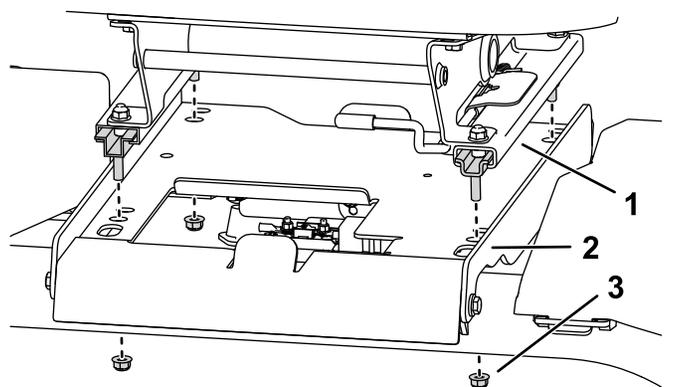

Figure 3
4. Retirez et mettez au rebut les 4 écrous qui fixent les glissières du siège au plateau et déposez le siège (Figure 3).